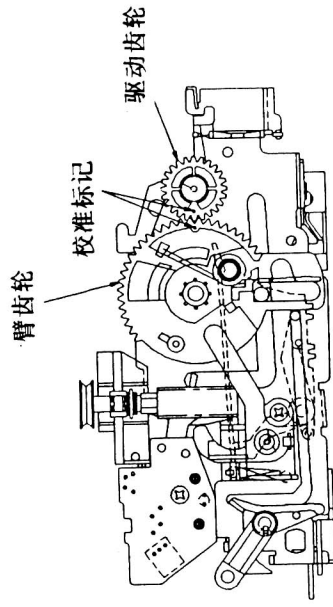

图29
- 步骤: ①拆下前装载装置;
②拆下齿轮的卡销;
③重新安装臂齿轮和驱动齿轮时, 应先将它们的校准标记对齐, 且臂齿轮几乎面朝上, 然后将其固定, 如图29所示;
④若校准标记不对准, 则前装载装置运转时可能不稳定。